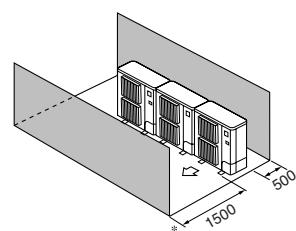

Fig. 3-14
- ④ Yalnızca önündeki ve arkadaki engeller (Fig. 3-14)